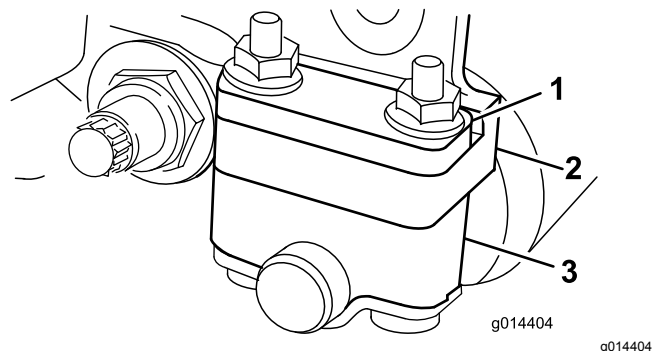
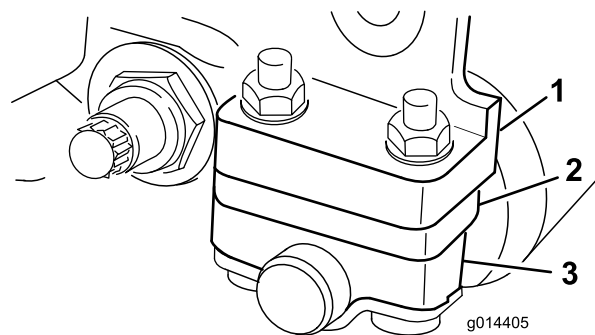

Рисунок 6
Рисунок 7
В зависимости от требуемого диапазона высоты скашивания установите кронштейны заднего валика (Рисунок 6 или Рисунок 7) в нижнее или верхнее положение:
- При настройке высоты скашивания в диапазоне от 1,5 до 6 мм установите проставку над монтажным фланцем боковой пластины (заводская настройка) (Рисунок 6).
- При настройке высоты скашивания в диапазоне от 3 до 25 мм установите проставку под монтажным фланцем боковой пластины (Рисунок 7).
- Установите проставки на винты над или под кронштейнами валика, в соответствии с требуемым положением (Рисунок 6 или Рисунок 7).